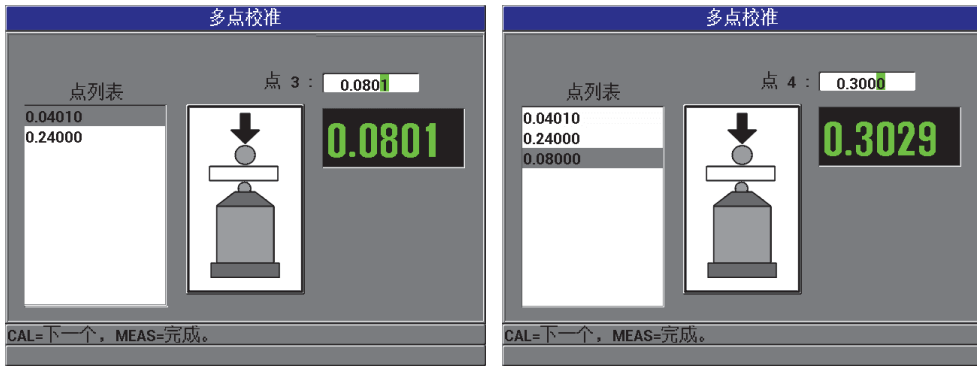

图 4-10 多点校准屏幕
8. 最多可将 8 个额外校准点列入显示屏左侧的列表中（参见第 72 页的图 4-10），步骤如下：